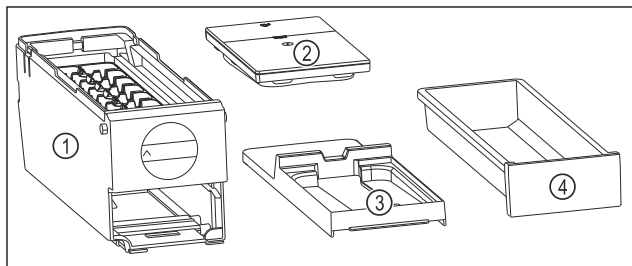

Fig. 122 Součásti EasyTwist-Ice
- EasyTwist-Ice je rozebrán na čtyři části. (viz Fig. 122)
- EasyTwist-Ice rozebírejte pouze na zobrazené součásti. (viz Fig. 122)
- Korpus EasyTwist-Ice Fig. 122 (1) vyčistěte jako celek.